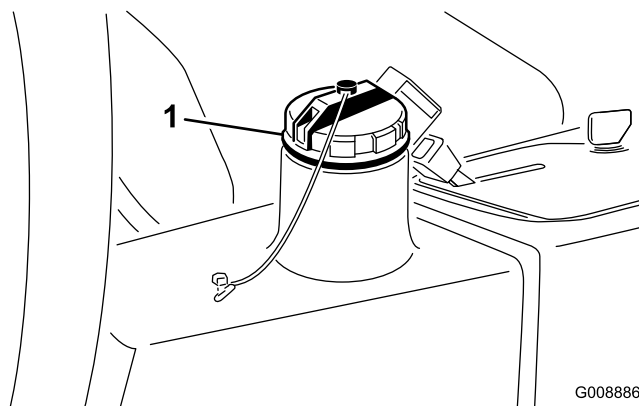

Figura 58
3. Riempite il serbatoio (Figura 58) con 13,2 litri circa di fluido idraulico; vedere Verifica dell'impianto idraulico.